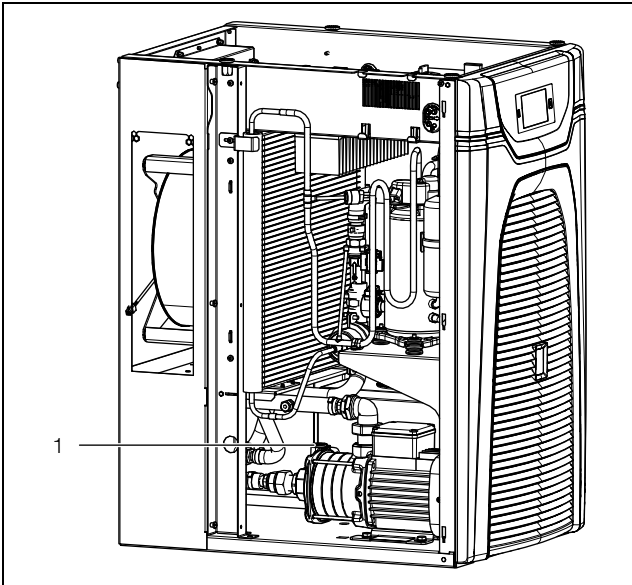

Abb. 21: Kühlmediumpumpe entlüften
- Entlüften Sie die Kühlmediumpumpe (im Stillstand), indem Sie die Entlüftungsschraube (Abb. 21, Pos. 1) lösen.